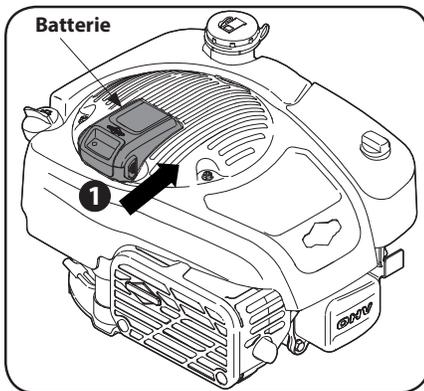

Figure 3-3
1. Vérifiez que le plateau de la batterie qui se trouve sur la partie supérieure du moteur est propre et débarrassé de tout débris. Nettoyez le plateau avec une brosse ou un chiffon au besoin. Poussez la batterie dans le plateau jusqu'à ce que le dé clic retentisse. Voir Figure 3-3.